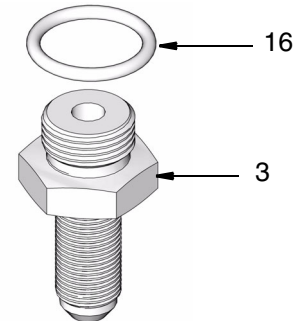

FIG. 3
3. Instale el anillo o (16) en la guarnición principal a granel (3) según las indicaciones de FIG. 3.